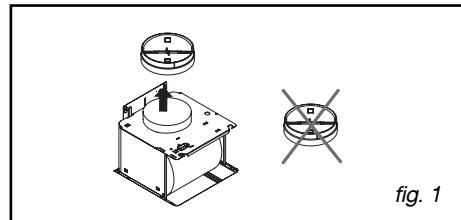

fig. 1
- Verwijder de terugslagklep (fig. 1).